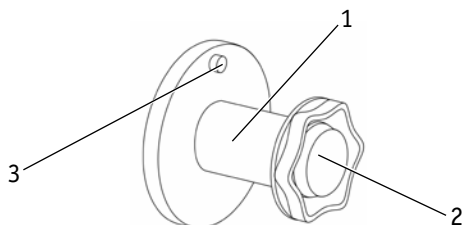

Рис. 9.8. Ось катушки.
7. Установите катушку с проволокой на ось катушки (См. рис. 9.8). Не допускайте перекоса катушки (См. рис. 9.9).